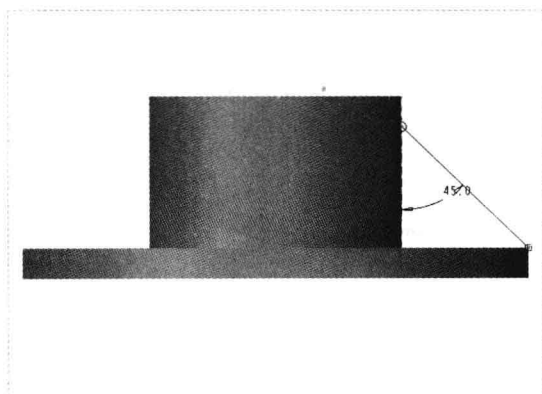

图 17-10 绘制截面
Step 01 在“功能区”选项板的“模型”选项卡中，单击“工程”面板中“筋”右侧的下拉按钮，在弹出的列表框中选择“轮廓筋”选项，弹出“轮廓筋”选项卡；在绘图区选择 FRONT 基准平面作为草绘平面，进入草绘环境，单击“草绘”选项卡中的相应按钮，绘制截面，如图 17-10 所示。